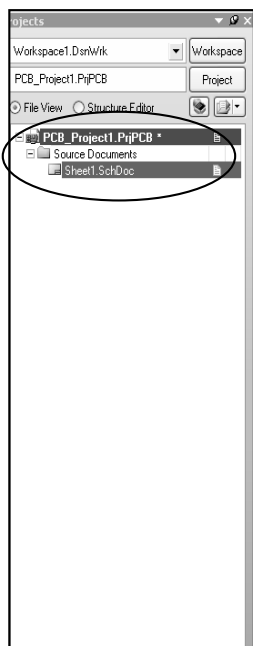

图 2.1.5 新建了原理图文件的 Project 面板
(2) 新建原理图文件：执行“File (文件)” “New (新建)” “Schematic (原理图)” 命令。新建了一个名为“Sheet1.Schdoc”的原理图设计文件，显示在 PCB 项目“PCB_Project1.PrjPCB”的下方，如图 2.1.5 所示。